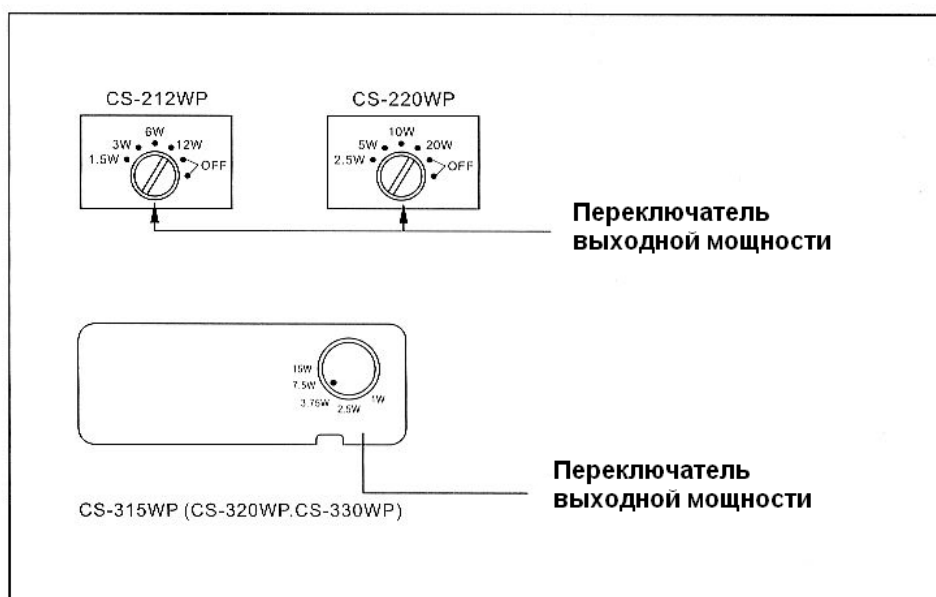

Рис. 4
7. Если необходимо отрегулировать громкость громкоговорителей, то ее можно установить с помощью переключателя на задней панели (см. рис.4)